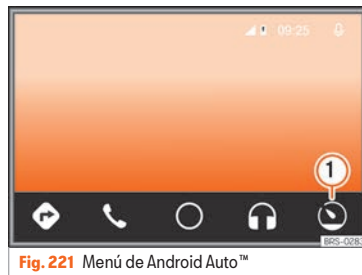

Fig. 221 Menú de Android Auto™
- En el servicio Android Auto™ pulse el botón de función » **fig. 221 ①**.